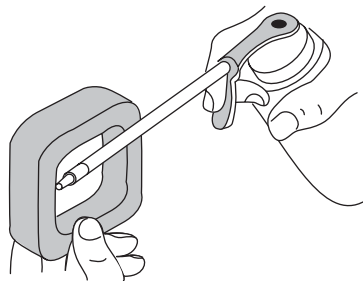

Fig. 29
4. Appliquez une quantité suffisante d'huile moteur propre SAE 30 pour enduire légèrement le filtre (Fig. 29).
13. Remplacez le couvercle du silencieux. Glissez avec un déclic les encoches sur les côtés du couvercle par-dessus les languettes du couvercle du moteur (Fig. 29).